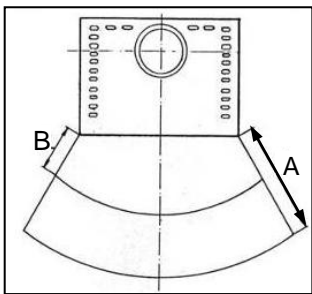

Bild 2
Im Sichtbereich (Strahlungsbereich) des Feuers muss zu brennbaren Bauteilen, Möbel oder auch z.B. zu Dekostoffen ein Abstand von mindestens **80 cm (A)**, gemessen ab Vorderkante Feuerraumöffnung eingehalten werden. Der Sicherheitsabstand reduziert sich auf **40 cm (B)**, wenn ein belüfteter Strahlungsschutz vor das zu schützende Bauteil montiert wird (Bild 2)